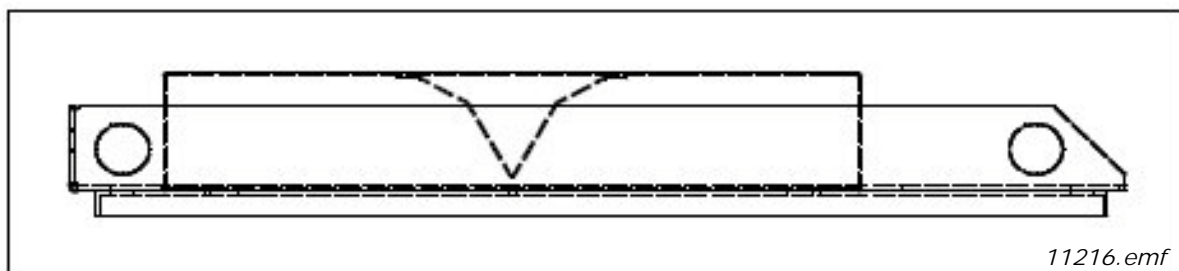

Abbildung 38. Seitenansicht der Dachstruktur
**HINWEIS!** Wenn eine flache Dachform verwendet wird, montieren Sie ein V-förmiges Luftleitelement an der Dachunterseite, um den Luftstrom horizontal zu lenken. Siehe Abbildung 38.